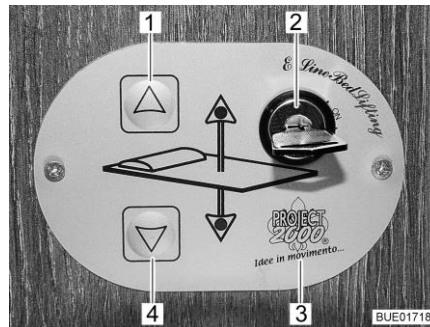

Fig. 105 Elemento di regolazione
È possibile abbassare o alzare il letto basculante tramite i tasti (Fig. 105,1 e 4) presenti sull'elemento di regolazione (Fig. 105,3). L'elemento di regolazione viene bloccato tramite l'interruttore a chiave (Fig. 105,2) per evitarne l'utilizzo accidentale.
- Ruotare la chiave dell'interruttore a chiave (Fig. 105,2) di 90° in senso orario, fino a raggiungere la posizione "On". L'elemento di regolazione (Fig. 105,3) è attivato.
- Premere il tasto freccia (Fig. 105,4) e tenerlo premuto fino a quando il letto basculante raggiunge la posizione desiderata in basso.
- Premere il tasto freccia (Fig. 105,1) e tenerlo premuto fino a quando il letto basculante raggiunge la posizione finale in alto.